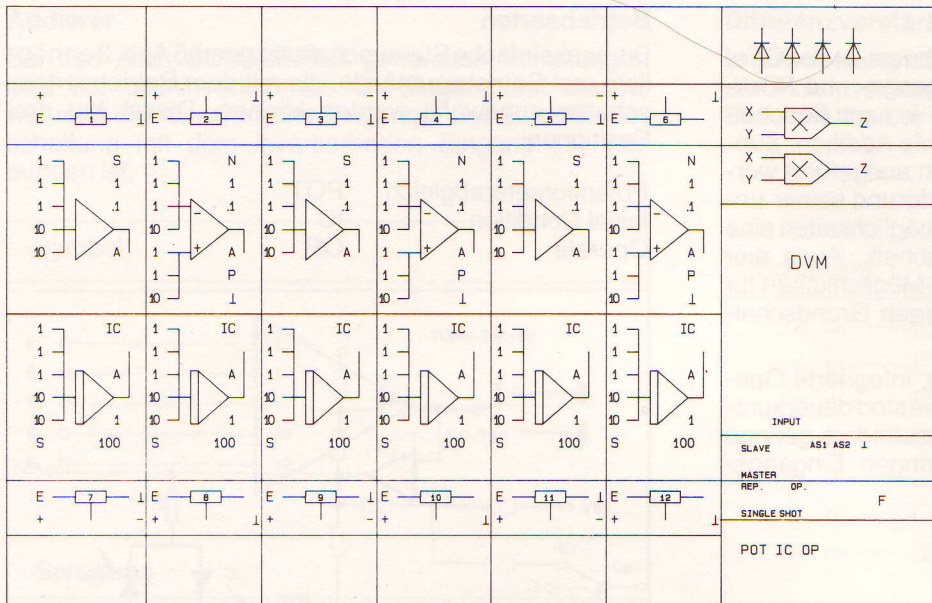

Abb. 3: Beschriftung: Frontplatte
- Übersichtliches Steck- bzw. Programmierfeld (siehe Abb. 3).